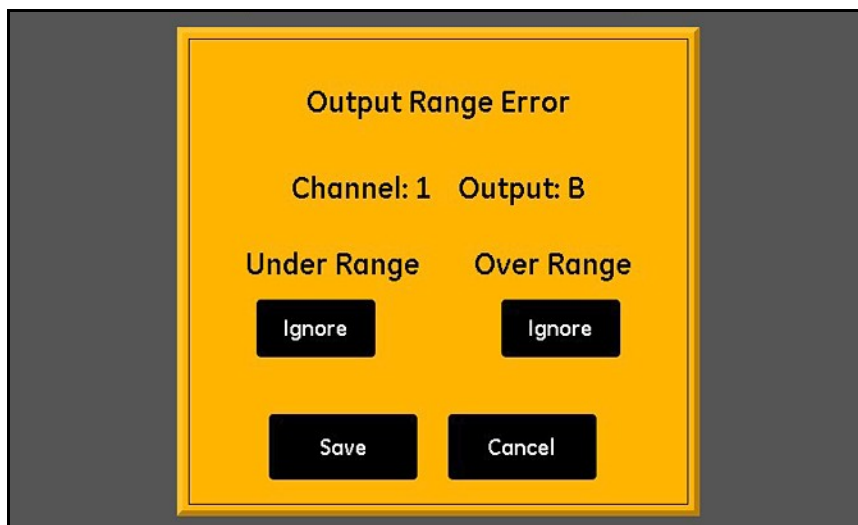

Figura 46: Pantalla de configuración de errores de rango - Respuesta de la salida
1. Pulse el **canal (1-6)** y la **salida (A o B)** deseados y pulse el botón **Error de rango** para abrir una pantalla similar a la mostrada en la *Figura 46*.